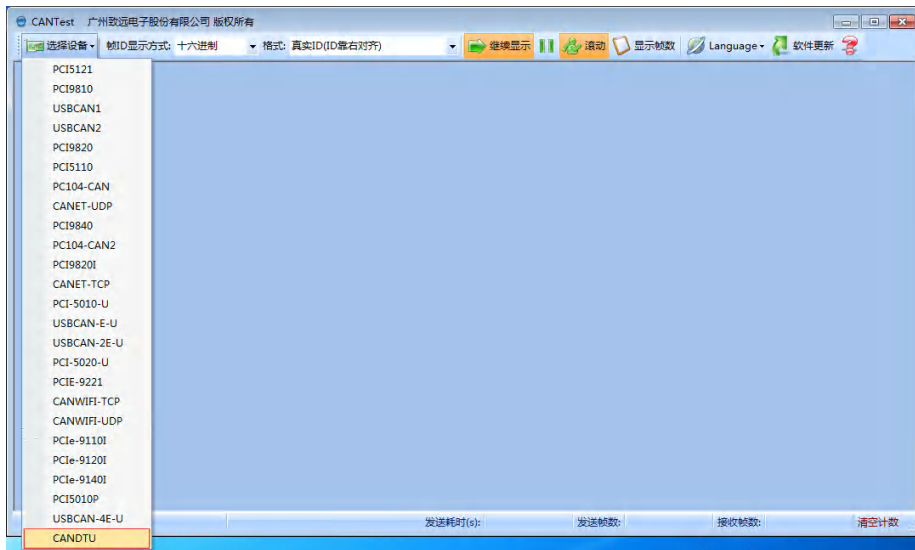

图 4.35 设备选择
1) 打开 cantest 上位机软件，选择“CANDTU”项，如图 4.35 所示。